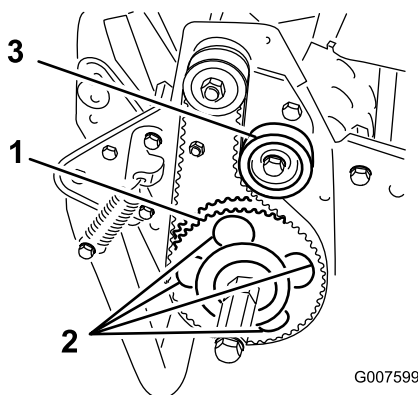

Figura 46
7. Ruotate la puleggia condotta finché i fori non sono allineati con le 4 viti a testa flangiata del cuscinetto a rulli (Figura 46).
11. Regolate la tensione della cinghia e serrate la vite di montaggio della puleggia tendicinghia (Figura 46).